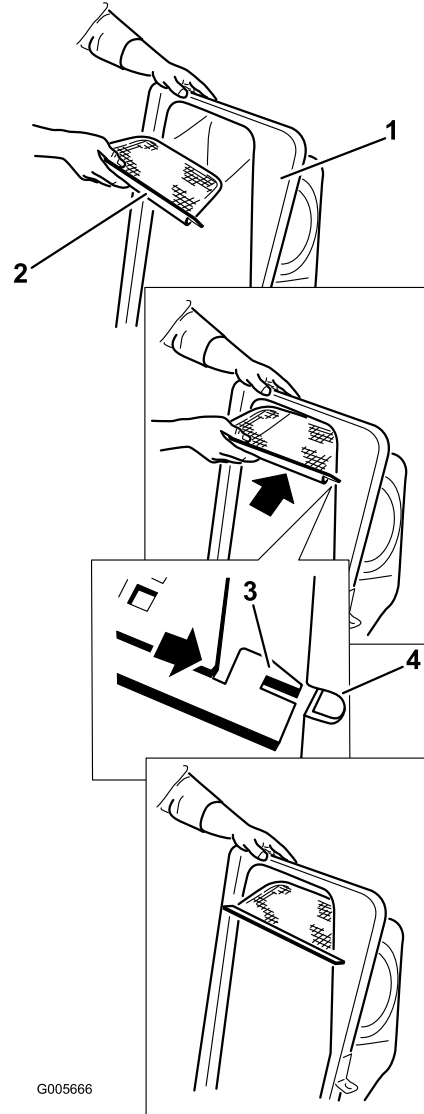

Bild 26
2. Setzen Sie das Gitter so ein, wie in Bild 26 abgebildet, dass es sich nach unten zu den Grasfangkörben neigt.